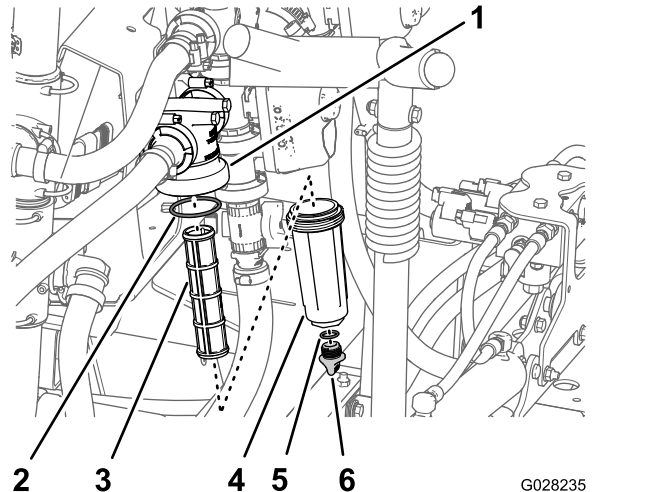

図 44
2. 圧力フィルタの下に受け容器をおく 図 44。
3. 圧力フィルタのボウルについているドレンキャップを左に回して外す 図 44。
4. ボウルを左に回してフィルタヘッドを外す 図 44。
5. 圧力フィルタエレメントを外す 図 44。
7. ドレンプラグのガasketボウルの内側とボウルのガasketフィルタヘッドの内側に傷や破損がないか点検する 図 44。
8. 圧力フィルタエレメントをフィルタヘッドに取り付ける 図 44。
9. フィルタヘッドにボウルを取り付けて手締めする 図 44。
10. ボウルの底部のフィッティングにドレンキャップを取り付けてキャップを手締めする 図 44。